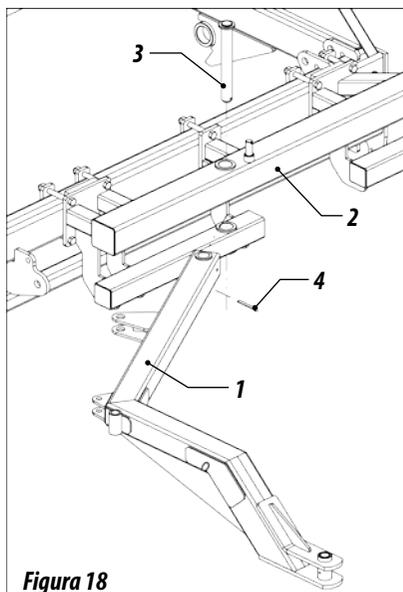

Figura 18
- 32** - Retire la plataforma (1) a través de los tornillos (2), arandelas y tuercas (3) y los contrapesos (4), según la cantidad que fuera necesaria para a fijar el soporte del juego de ruedas. FIGURA 18.